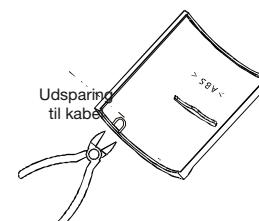

Fig. 11
3. Klip et hul i afdækning til adapterledning. Fig. 11.